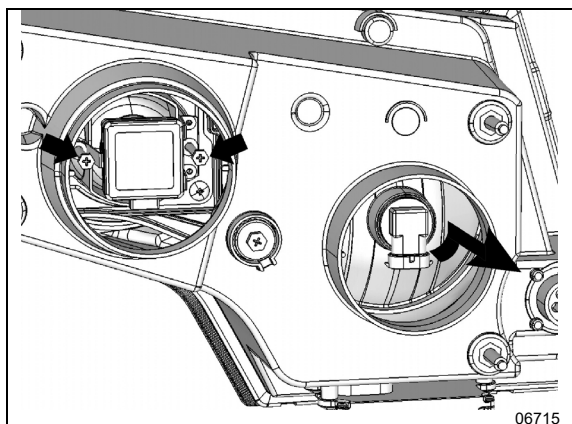

FIGURA 84: VISTA TRASERA DEL ENSAMBLAJE DE FAROS
5. HALÓGENO: gire la base del foco en sentido contrario a las manecillas del reloj. XENÓN: Desatornille los tornillos de cabeza Phillips indicados por las flechas, extraiga el retén y el foco (FIGURA 84).